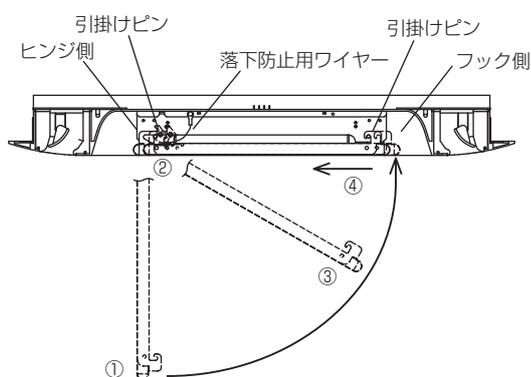

図14
※サービスパネルの取付けの項の図14を参照ください。
サービスパネルを図14の①～④の順番に動かして取付けます。